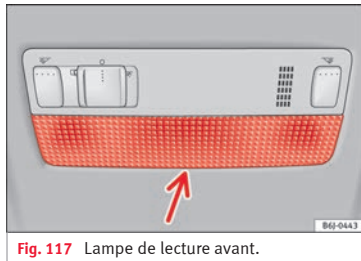

Fig. 117 Lampe de lecture avant.
- Introduisez la partie plate d'un tournevis fin entre la carcasse et le verre »» fig. 117.